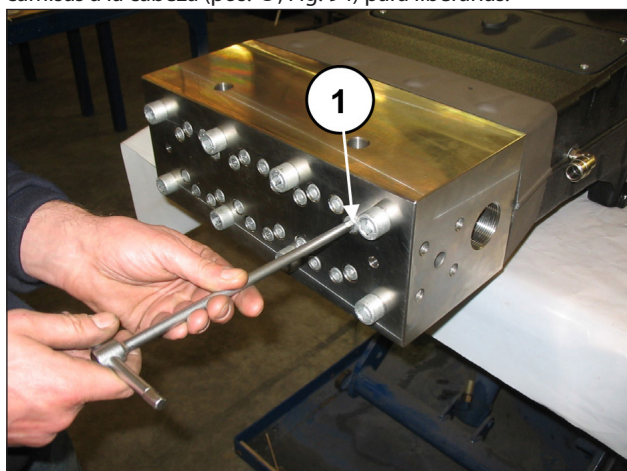
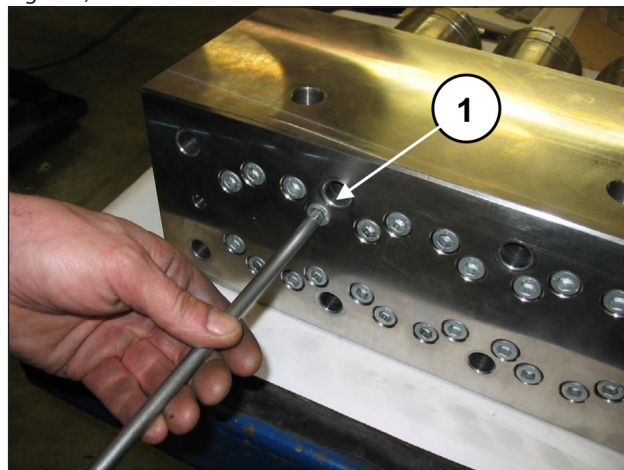
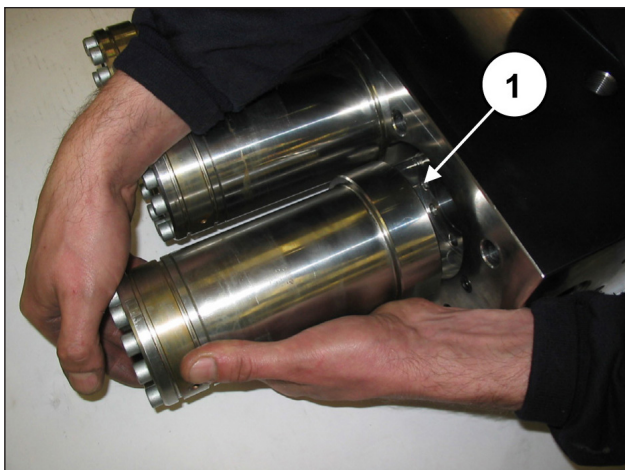

Fig. 94
Fig. 99
Fig. 100
La cabeza no requiere un mantenimiento periódico. Las intervenciones se limitan a la inspección o sustitución de las válvulas, en el caso que sea necesario: Para extraer los grupos de válvula operar del siguiente modo: Aflojar, sin extraerlos, los tornillos M10x140 que fijan las camisas a la cabeza (pos. ①, Fig. 94) para liberarlas.
Extraer los tornillos M10x140 que fijan las camisas a la cabeza (pos. ①, Fig. 99) y extraer los grupos de camisas (pos. ①, Fig. 100).
Para extraer los grupos de pistón operar del siguiente modo: Desmontar la cabeza y el distanciador de las camisas del cárter de la bomba como se indica en el apart. 2.2.1 (de Fig. 94 a Fig. 100).